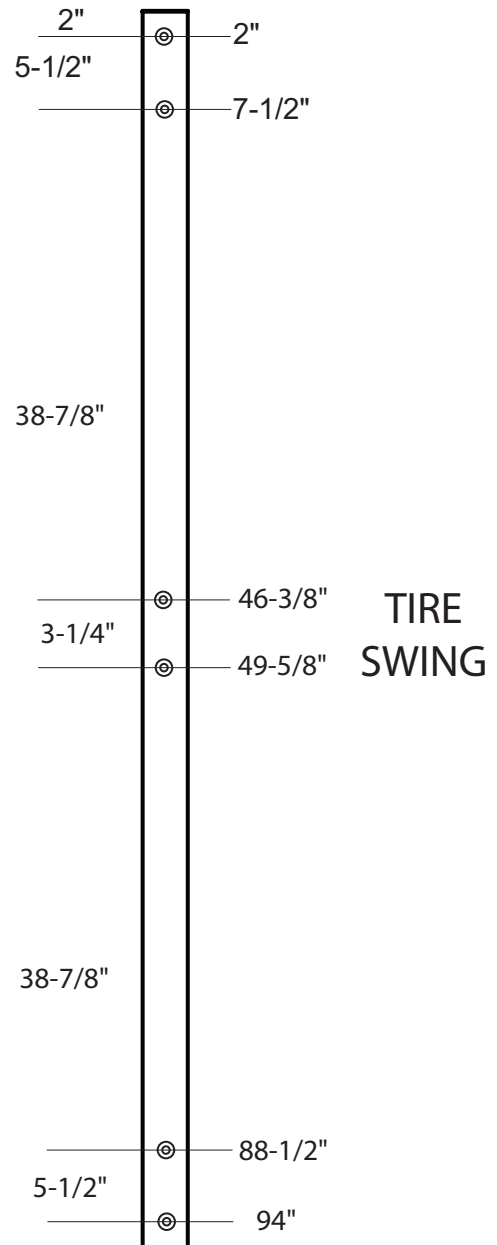

Fig. 1
1. Measure and mark all holes centered on the 4" surface of the beam as indicated in (Fig. 1) or (Fig. 2). Using a 3/8" drill bit, drill holes through the beam at a 90° angle to the lumber.
2. Tap T-nut into 3/8" hole as shown in (1).
3. Place a slotted beam clamp over the swing hanger as shown in (2).
4. Insert the swing hanger into the beam and thread it into the T-nut until it is flush or near flush with the top of the T-nut. A screwdriver may be used to twist the hanger, as shown in (3).
5. Orient swing hanger as shown in (4). Use (4) 2-1/2" screws to secure beam clamp.
1. Mida y marque todos los huecos centrados en la superficie de 4" de la viga como se indica en (Fig. 1) or (Fig. 2). Usando una punta de taladro de 3/8", taladre huecos a través de la viga a un ángulo de 90° al madero.
2. Inserte una tuerca en T en el orificio de 3/8", como se muestra en la (1).
3. Coloque una de las abrazaderas de la viga inferior sobre el colgador de columpio como se muestra en la (2).
4. Inserte el colgador de columpio a la viga y páselo a la tuerca en T hasta que quede alineado o casi alineado con la parte superior de ésta. Puede usarse un destornillador para girar el colgador. Oriente el colgador de columpio como se muestra en la (3).
5. Oriente el colgador de columpio como se muestra en la (4). Use (4) tornillos de 2-1/2" para asegurar la abrazadera de la viga.
1. Mesurer et marquer l'emplacement des trous au centre de la poutre de 4 po comme l'indiquent la (figure 1) ou (figure 2). À l'aide d'un foret de 3/8 po, percer les trous en maintenant un angle de 90° par rapport à la poutre.
2. Introduisez un écrou en T dans le trou de 3/8 po comme illustré à la (1).
3. Placez une attache de bas de poutre au-dessus du support de balançoire comme illustré à la (2).
4. Insérez le crochet de suspension dans la poutre et vissez-le dans l'écrou en T encastré jusqu'à ce qu'il soit aligné ou presque avec le dessus de l'écrou. Un tournevis pourrait être requis pour visser le support (3).
5. Orientez le support de balançoire comme illustré à la (4). Utilisez (4) vis de 2-1/2" po pour fixer solidement l'attache de poutre.